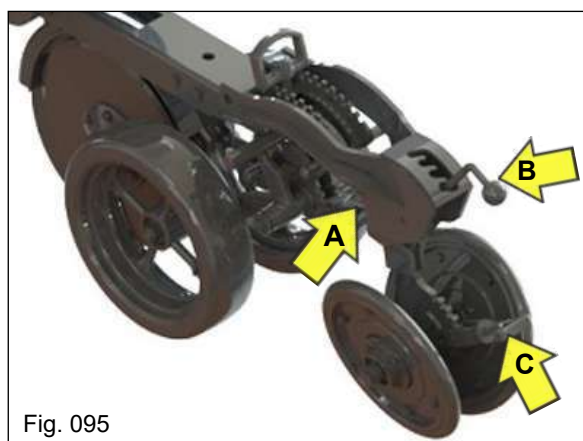

Fig. 095
A regulagem das rodas compactadoras (Fig. 095) também é um fator fundamental para o bom plantio, pois promove o fechamento e a compactação do sulco, facilitando a germinação e desenvolvimento da planta.
a) **Mola vertical "A"**: é pressionada por meio da mudança de posição da alavanca "B", que possui 4 posições, permitindo maior ou menor pressão de apoio das rodas sobre o solo. Para solos mais pesados (argilosos), utilize maior pressão; para solos mais arenosos, utilize menor pressão (Fig. 095).